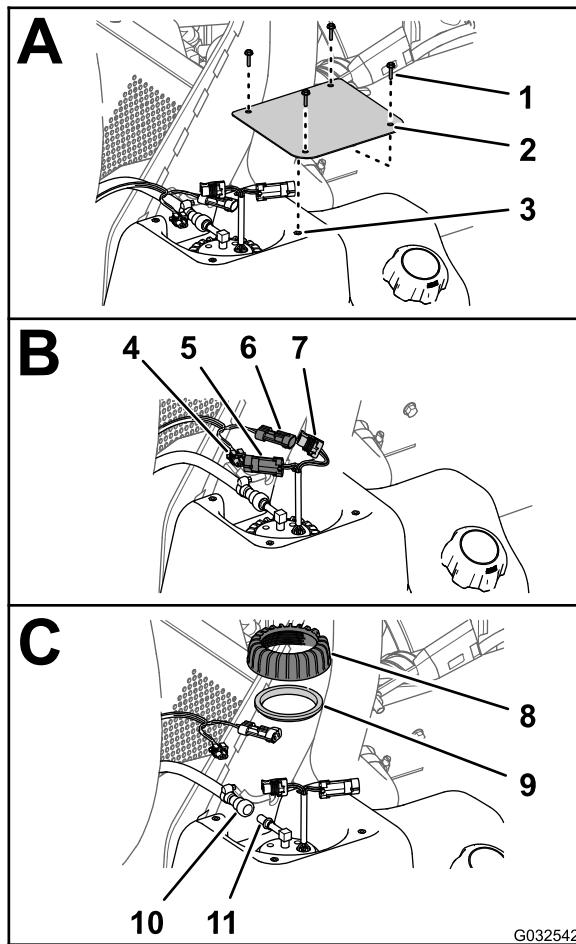

Figura 79
2. En el depósito de combustible, retire los 4 tornillos (Nº 10 x ¾") que sujetan la tapa a la parte superior del depósito de combustible, y retire la tapa (Figura 79).
- Desconecte el conector hembra de 2 vías del arnés de cables de la máquina del conector de 2 pinos de la bomba de combustible/sensor; desconecte el conector de 2 pinos del arnés de cables de la máquina del conector hembra de 2 vías de la bomba de combustible/sensor (Figura 79).
- Aleje el anillo de bloqueo del acoplamiento de la manguera de combustible del conector de la bomba de combustible/sensor y retire el acoplamiento y la manguera del conector (Figura 79).
- Gire la tuerca de la bomba de combustible/sensor en sentido antihorario y retire la contratuerca y la junta (Figura 79).